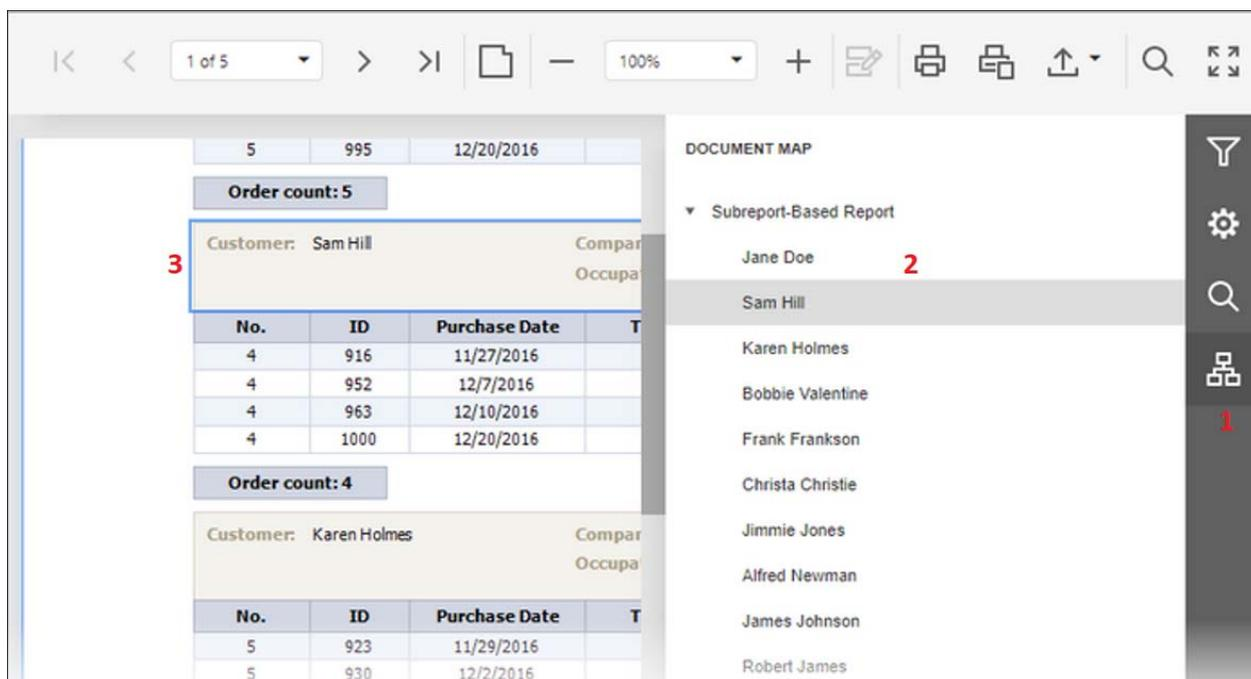

Рисунок 3.6.6 – Выбор закладки
Чтобы открыть панель, содержащую схему документа, нажмите на вкладку (1) «Карта документа» на боковой панели с опциями параметров. Выберите закладку (2) на карте документа для отображения страницы с этой закладкой. Элемент документа, связанный с закладкой, выделяется (3) (рис. 3.6.6).